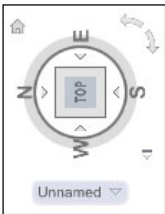

Рис. 10.27
- стрілок у верхньому правому куті для повороту на 90° в обох напрямках щодо осі, розташованої перпендикулярно до площини екрана (рис. 10.27). Ці стрілки з'являються тільки в тих виглядах, на яких видна тільки одна грань куба. Одночасно із цим з'являються трикутні значки для доступу до тих граней куба, які стали невидимими.